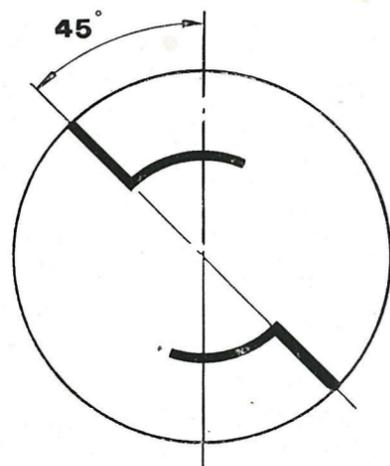

FIG. 18
12. Remonter la dent de loup avec les rondelles nécessaires à l'obtention d'une bonne position de la manivelle pour la mise en route à la main (fig. 18).